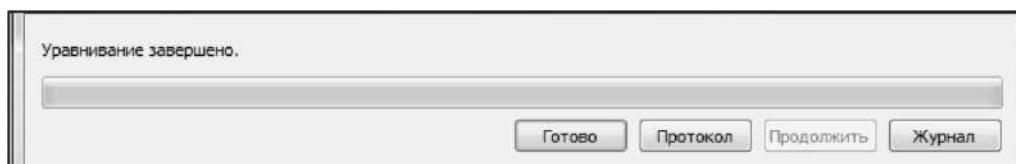

Рис. 7.5
6. По результатам уравнивания формируются выходные документы. Воспользуйтесь кнопкой [Протокол] в окне монитора уравнивания для просмотра ведомостей (рис. 7.5).